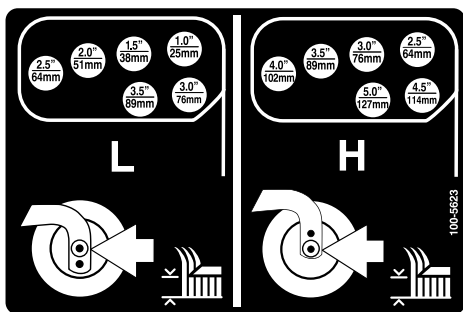

Figura 29
6. Gire la varilla tensora para elevar o bajar el brazo de pivote hasta que los taladros estén alineados con los taladros seleccionados del soporte de ajuste de la altura de corte en el bastidor de la carcasa de corte (Figura 28 y Figura 29).